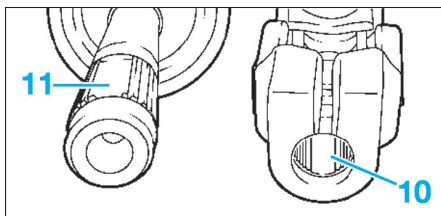

Fig. 57
- Lors de la mise en place de l'arbre intermédiaire de colonne de direction sur le boîtier de direction, le méplat (10) sur le joint de cardan de l'arbre intermédiaire de colonne de direction doit s'aligner exactement sur le méplat (11) sur le pignon du boîtier de direction (Fig.57).